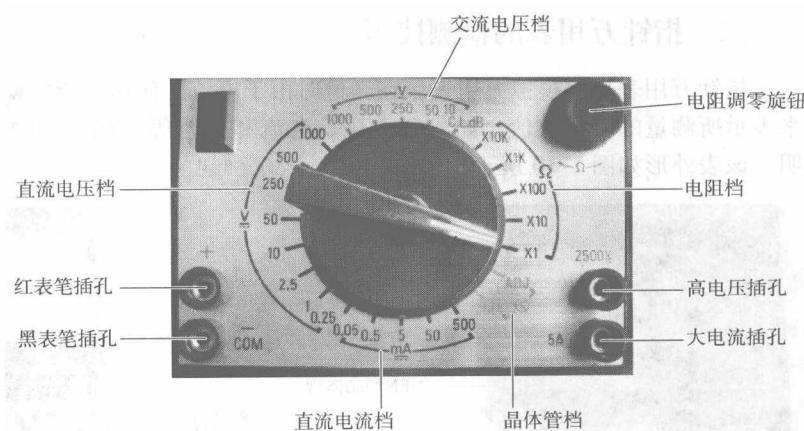

图 1-12 档位开关
(2) 档位开关。档位开关上有电阻、电压、电流等多种范围，供检测时方便选择。档位开关如图 1-12 所示。
(3) 旋钮。指针万用表操作面板上有机械调零旋钮和电阻调零旋钮。机械调零旋钮是在使用万用表前，将表针调到电阻档“∞”刻度线。电阻调零旋钮是在电阻档使用前，通过左旋或右旋使表针调到电阻档“0”刻度线位置。
(4) 插孔。操作面板上有 5 个插孔。操作面板左下角有“+”标示的为红表笔插孔，“COM”标示的为黑表笔插孔。操作面板右下角有“10A、0.025A”标示的为大电流插孔，用于测量大于 0.025A 而小于 5A 的电流；“2500V”标示为高电压插孔，用于测量大于 1000V 而小于 2500V 的交直流电压。操作面板左中部有“NP”标示，“N”字样为 NPN 插孔，“P”样的为 PNP 插孔。